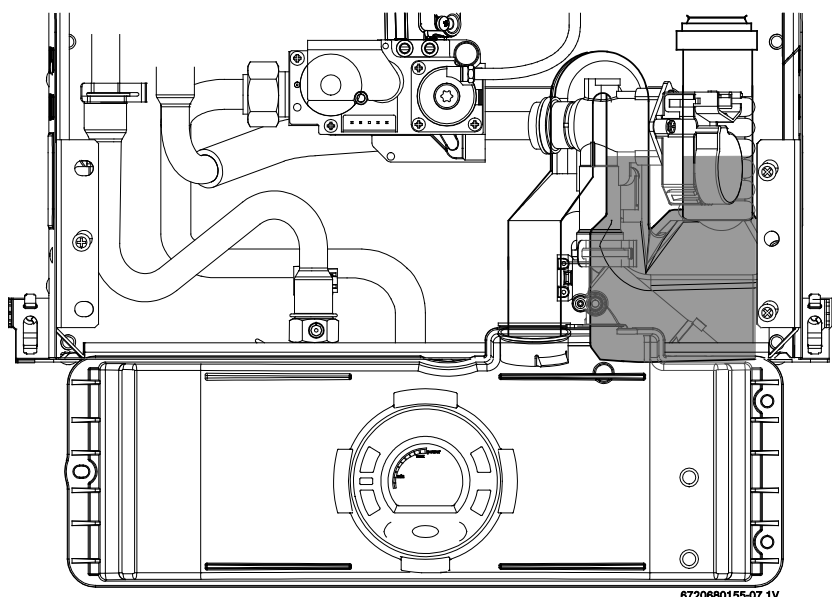

Fig. 77
- Demonteer de schakelkast en hang ze in de openingen aan de onderkant van de hermetisch gesloten kast (zie fig. 77).
- Controleer het waterpeil in de sifon (zie fig. 77).
- Démonter le boîtier électronique et accrochez-le dans le trou du partie inférieure du caisson étanche (voir fig. 77).
- Vérifier le niveau d'eau dans le siphon (voir fig. 77).